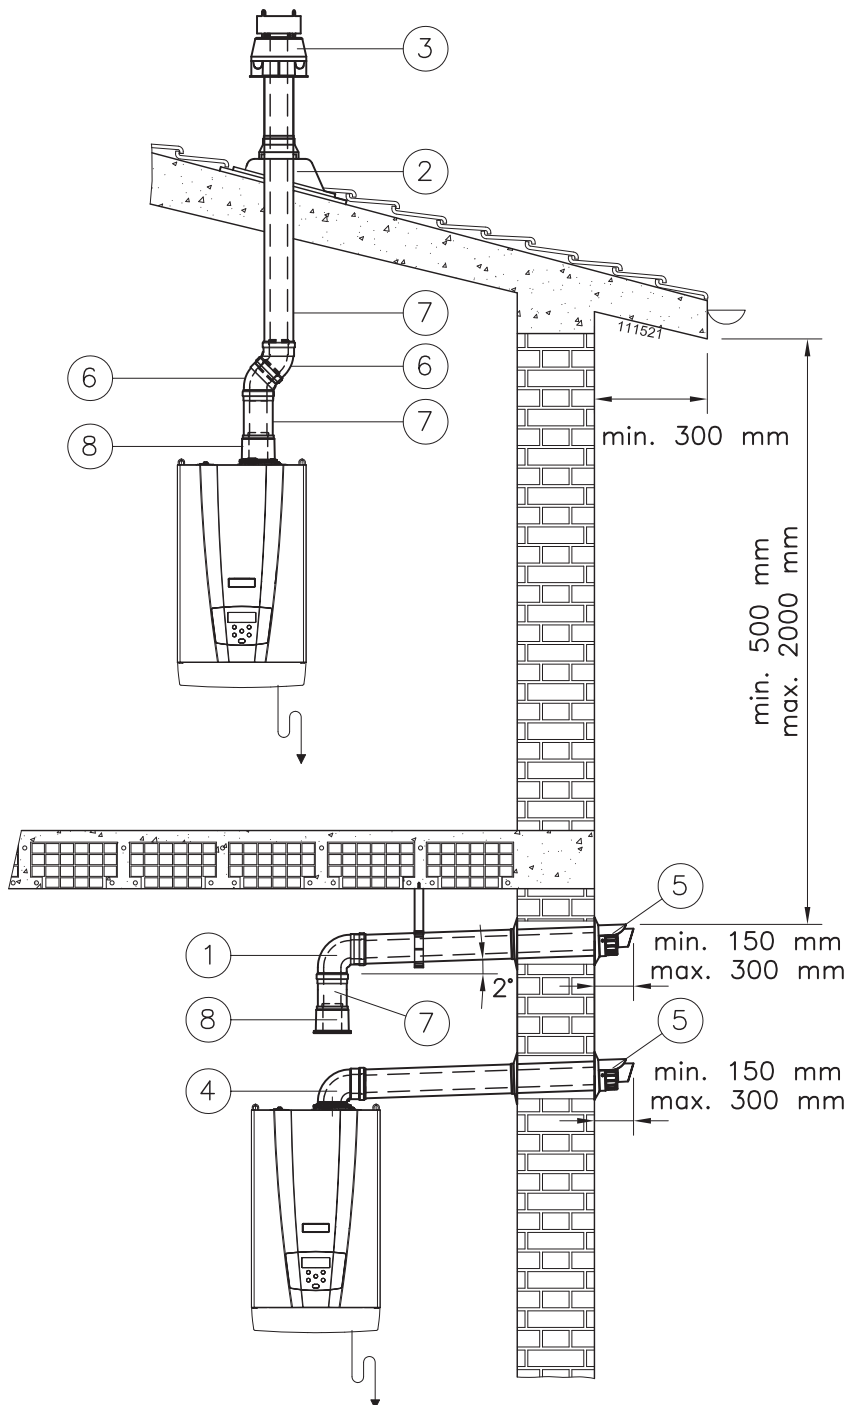

Figura 5-27 - Esempi di installazione condotto coassiale
**ATTENZIONE!!! Una volta eseguite queste operazioni verificare che il terminale di scarico/aspirazione sia esposto all'esterno con le tolleranze date in Figura 5-27.**
Quando si esegue uno scarico coassiale (Figura 5-27), sia verticale sia orizzontale, è indispensabile pendere il condotto di scarico verso l'alto in modo da fare defluire la condensa all'interno dell'apparecchio.